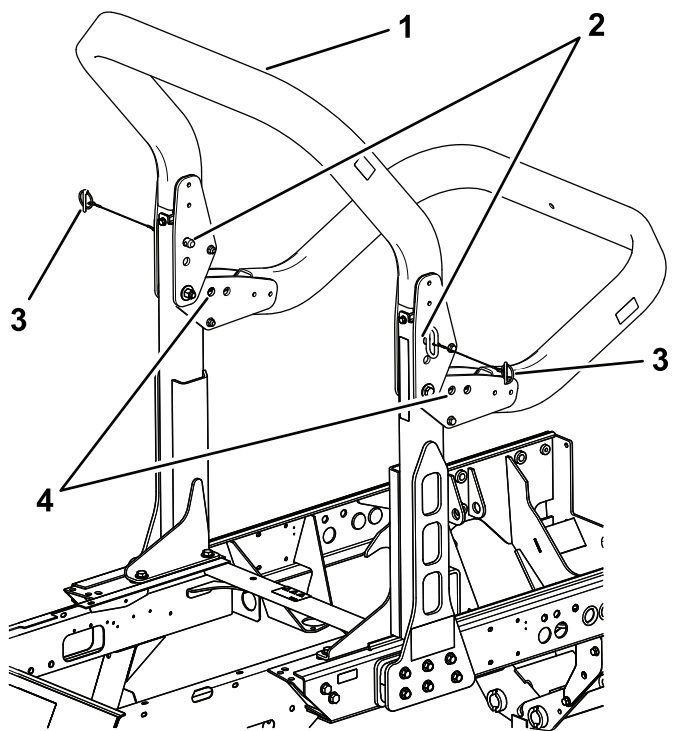

Figura 36
2. Sostenga el peso de la estructura superior de la barra antivuelco mientras retira los pasadores de seguridad y los pasadores de los soportes de giro (Figura 36).